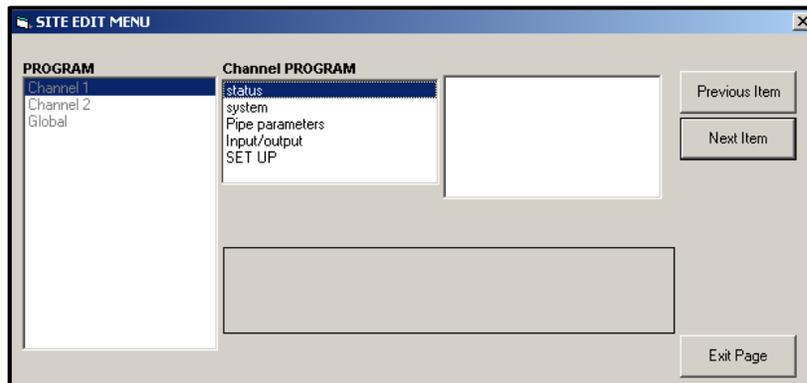

Figura 41: Ventana del *menú de edición del sitio*
3. Para introducir datos en el programa de usuario, haga doble clic en el menú *Site Edit (Edición del sitio)*. Aparece una ventana similar a la de la Figura 41.
4. Para entrar en un menú concreto (*Canal 1*, *Canal 2* o *Global*), resalte y haga doble clic en el menú deseado en el panel izquierdo. Por ejemplo, al hacer clic en *Canal 1* en la Figura 41, se abre la lista de opciones que aparece en el panel central.
PanaView vuelve al menú Channel PROGRAM (ver Figura 41 en la página 87). Proceda a la opción Sistema.
- Si no está utilizando FLUJO MÁSSICO, PanaView vuelve a la ventana Channel PROGRAM que se muestra en la Figura 41 en la página 87. Proceda a la opción Pipe.
PanaView vuelve a la ventana Channel PROGRAM que se muestra en la Figura 41 en la página 87. Proceda a la opción Tubería de la página siguiente.